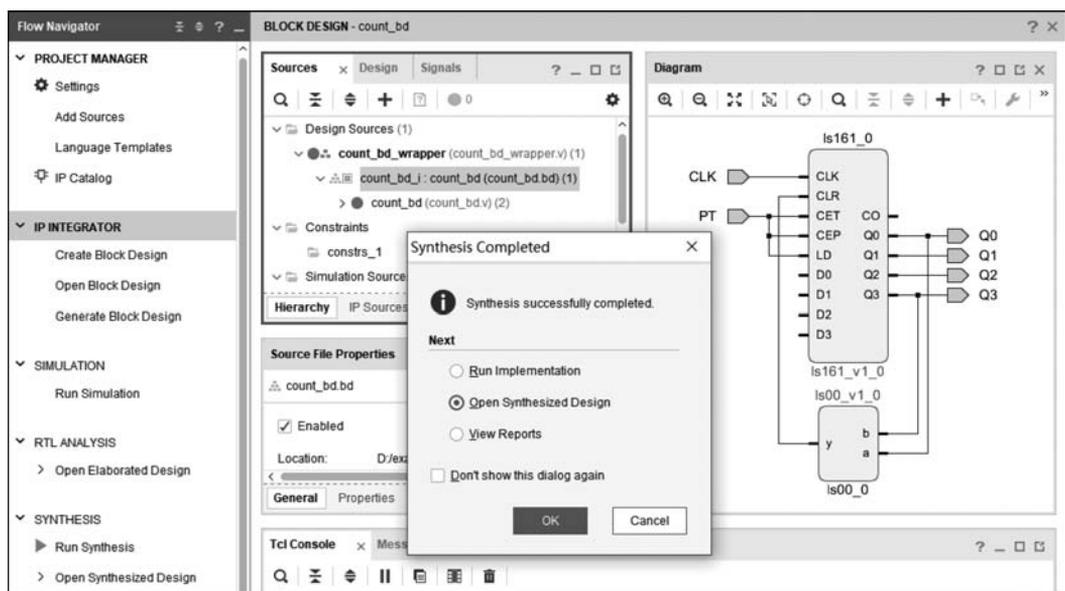

图 3.68 选中 Open Synthesized Design 单选按钮
(1) 在 Vivado 主界面中，在 Flow Navigator 中选择 SYNTHESIS 下的 Run Synthesis 选项，单击 OK 按钮，完成后在弹出的 Synthesis Completed 对话框中选中 Open Synthesized Design 单选按钮，并单击 OK 按钮，如图 3.68 所示。